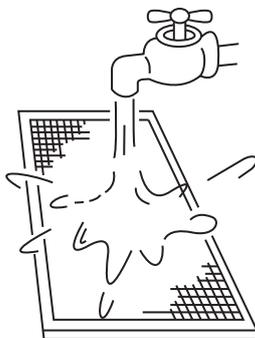

Abb. 9-4
- *Beim Auswaschen muss die Lufteinlassseite nach unten zeigen. (siehe *Abb. 9-4*)*